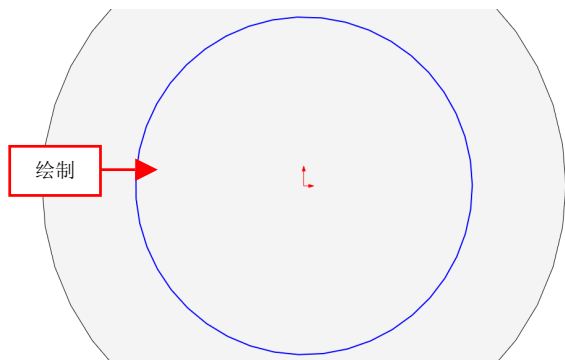

图 16-10 绘制圆对象
(2) 进入草图绘制环境，单击【圆】按钮，绘制半径为 18 的圆对象，如图 16-10 所示。